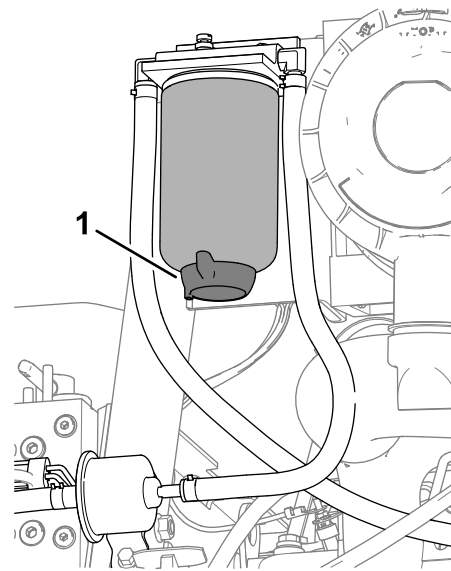

Figura 82
3. Coloque un recipiente debajo del filtro del separador de combustible/agua (Figura 82).